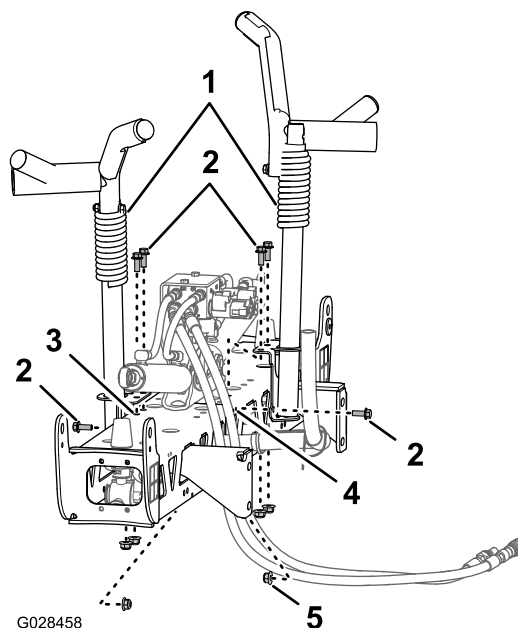
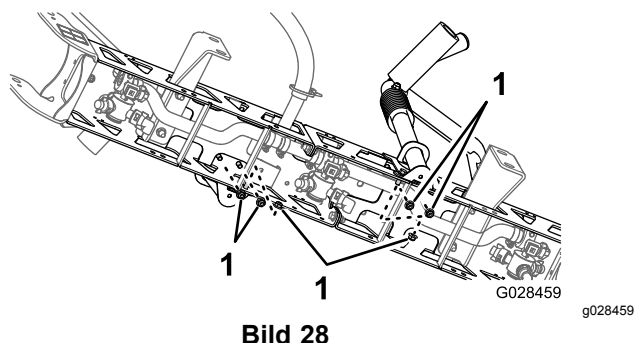

Bild 27
Bild 28
2. Fluchten Sie die Transportgabeln des mittleren Auslegerabschnitts aus (Bild 27).
3. Befestigen Sie die Gabeln mit sechs Schrauben ($\frac{3}{8}$ " x 1") und sechs Sicherungsbundmuttern ($\frac{3}{8}$ ") am Auslegerabschnitt (**Bild 27** und **Bild 28**).